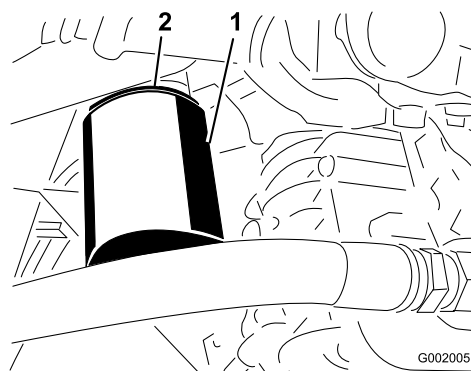

Figura 70
- Retire o filtro (Figura 70).